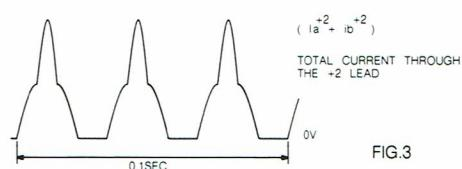

FIG.3
6. Positionner l'appareil en boucle de service 0, mettre S en fonction et ramener le potentiomètre de ajustage de manière – obtenir 3 impulsions complètes sur une période de 0,1 sec.(voir fig.3). Sélectionner la polarité de l'oscilloscope pour que les crêtes des impulsions soient dirigées vers le haut. L'aimant du rotor possède 3 paires de pôles; on voit ainsi la réaction du moteur pendant une révolution à une vitesse de 600 T/min.